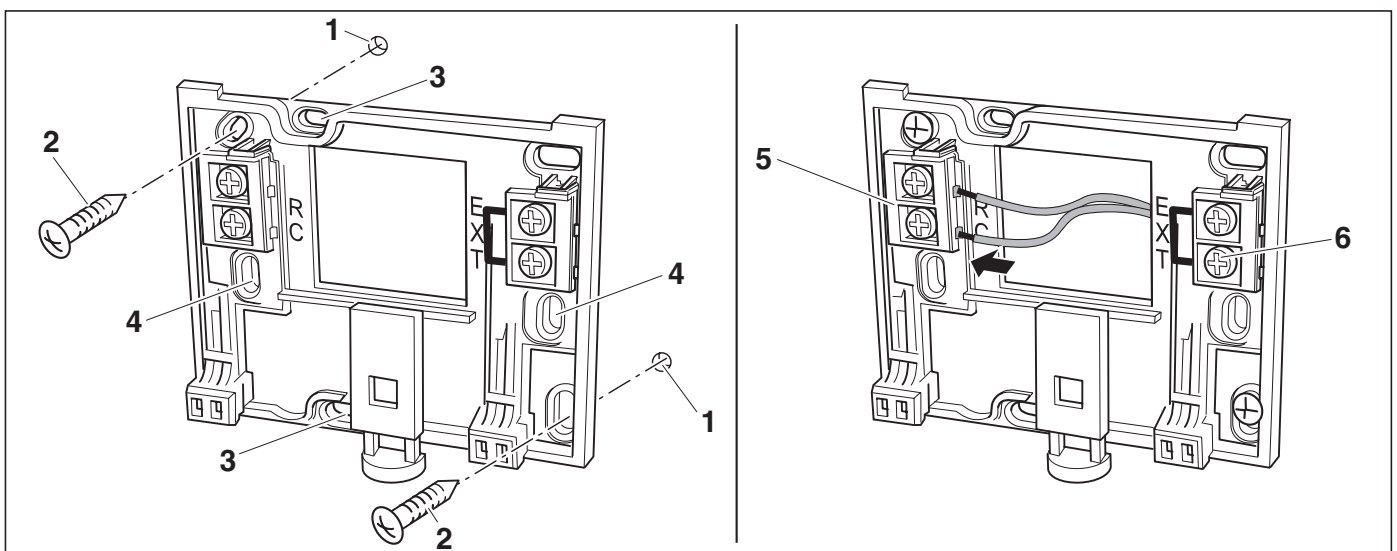

Bild 3 Montage des Wandhalters (links) und elektrischer Anschluss (rechts)
- Verwenden Sie die horizontalen oder vertikalen Befestigungslöcher (Bild 3, 4).
- Wandhalter montieren (Bild 3, links).
- Zweiadriges Buskabel vom Energie-Management-System (EMS) an den Kabelklemmen „RC“ (Bild 3, 5) anschließen.
- Wird der RC35 ohne externen Raumfühler betrieben, ist an den Kabelklemmen „EXT“ (Bild 3, **6**) eine Drahtbrücke erforderlich (Werksauslieferungszustand).